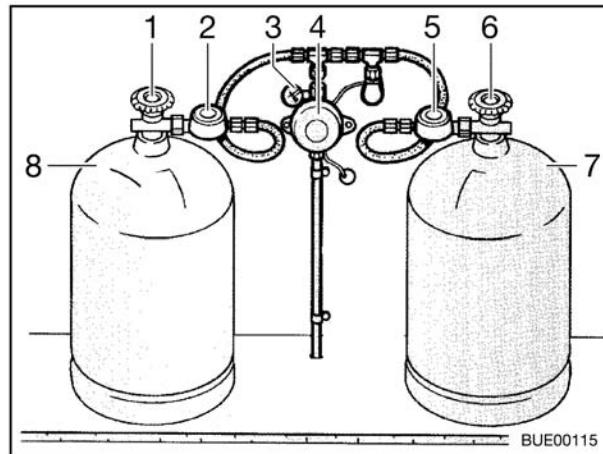

Fig. 112 Impianto di commutazione Triomatic
- Valvola principale (Fig. 112,1) bombola in uso
- Regolatore di pressione del gas (Fig. 112,2) bombola in uso
- Indicatore di funzionamento (Fig. 112,3)
- Regolatore dell'impianto (Fig. 112,4)
- Regolatore di pressione del gas (Fig. 112,5) bombola di riserva
- Valvola principale (Fig. 112,6) bombola di riserva
- Bombola in uso (Fig. 112,8)
- Bombola di riserva (Fig. 112,7)
L'impianto di commutazione Triomatic fa passare automaticamente l'alimentazione di gas dalla bombola in uso (Fig. 112,8) alla bombola di riserva (Fig. 112,7) quando la bombola in uso è vuota o non è più pronta per il funzionamento. Così il riscaldamento può rimanere in funzione.
L'impianto di commutazione Triomatic è costituito da due regolatori di pressione del gas (Fig. 112,2 e 5) e da un regolatore dell'impianto (Fig. 112,4). Il regolatore di pressione del gas della bombola in uso (Fig. 112,2) è contrassegnato da una targhetta del modello verde, il regolatore di pressione del gas della bombola di riserva (Fig. 112,5) da una targhetta del modello rosso. Con l'indicatore di funzionamento (Fig. 112,3) sul regolatore dell'impianto si può controllare la tenuta dell'impianto del gas. I regolatori di pressione del gas sono dotati di unità di allacciamento e permettono il collegamento alle bombole del gas di tutte le dimensioni (da 3 kg a 33 kg).
- Aprire la valvola principale (Fig. 112,6) della bombola di riserva (Fig. 112,7).
- Aprire la valvola principale (Fig. 112,1) della bombola in uso (Fig. 112,8).
Ora entrambi i regolatori di pressione del gas sono disaccesi. Il regolatore dell'impianto (Fig. 112,4) fornisce alle utenze la pressione necessaria, indipendentemente dal fatto che l'alimentazione del gas provenga dalla bombola in uso o dalla bombola di riserva. La bombola di gas che ha rilevato l'alimentazione viene identificata dal campo verde o rosso sull'indicatore di funzionamento (Fig. 112,3).
- ▷ In caso di funzionamento con una sola bombola del gas, si deve allacciare il regolatore di pressione del gas della bombola in uso (Fig. 112,2).
Se l'indicatore di funzionamento (Fig. 112,3) segna rosso, la bombola in uso (Fig. 112,8) deve essere cambiata.
- Chiudere la valvola principale (Fig. 112,1) della bombola in uso (Fig. 112,8).
- ▷ Tutte le utenze possono essere alimentate e fatte funzionare dalla bombola di riserva (Fig. 112,7) (targhetta del modello rossa).
- Collegare la bombola del gas piena al regolatore di pressione del gas della bombola in uso (Fig. 112,2).
- Aprire la valvola principale (Fig. 112,1) della bombola in uso. La bombola in uso ricomincia automaticamente a fornire gas.
- ▷ Ogni tanto utilizzare la bombola di riserva (Fig. 112,7) al posto della bombola in uso per controllare che la bombola di riserva sia riempita a sufficienza.
- Luce spia verde: bombola in uso (Fig. 112,8)
- Luce spia rossa: bombola di riserva (Fig. 112,7)